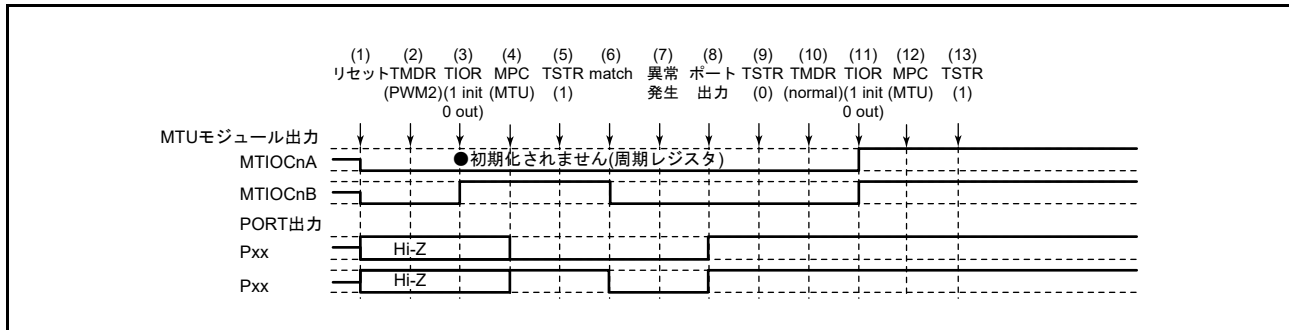

図 24.166 PWM モード 2 で異常が発生し、ノーマルモードで復帰する場合
PWM モード 2 で異常が発生し、再設定後ノーマルモードで再スタートする場合の説明図を図 24.166 に示します。
(1) ~ (9) は図 24.166 と共通です。
(10) PWM モード 1 を設定します。
(11) TIOR レジスタで端子を初期化してください (PWM モード 1 では MTIOcNB (MTIOcND) 端子に波形が出力されません。出力すべきレベルがある場合は、I/O ポートのポート方向レジスタ (PDR)、ポート出力データレジスタ (PODR) で汎用出力ポートの設定をしてください)。
(12) MPC と I/O ポートのポートモードレジスタ (PMR) で MTU 出力としてください。
(13) TSTRA レジスタで再スタートします。
(10) PWM モード 2 で再スタートする場合には必要ありません。
(11) TIOR レジスタで端子を初期化してください (PWM モード 2 では周期レジスタに使用した TGR レジスタに対応する端子に波形が出力されません。出力すべきレベルがある場合は、I/O ポートのポート方向レジスタ (PDR)、ポート出力データレジスタ (PODR) で汎用出力ポートの設定をしてください)。
(16) PWM モード 2 で動作中に異常が発生し、位相計数モードで再スタートする場合の動作
(10) 位相計数モードを設定します。
(11) TIOR レジスタで端子を初期化してください。
(13) TSTR レジスタで再スタートします。